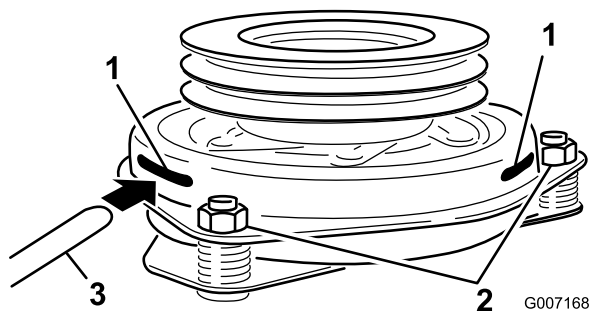

**Figure 55**
6. Débranchez la connexion électrique de l'embrayage (Figure 55).
7. Déposez les deux boulons qui fixent la barrette d'embrayage en caoutchouc au châssis du plateau de coupe (Figure 55).
8. Déposez le boulon central de fixation de l'embrayage à l'arbre du moteur, et déposez l'embrayage et la clavette (Figure 55).
15. Tout en maintenant le vilebrequin à l'arrière de la machine, posez le boulon central et serrez-le à 68 Nm (Figure 55).
16. Fixez la barrette caoutchouc de l'embrayage sur le châssis du plateau de coupe au moyen des deux boulons et écrous retirés précédemment (Figure 55).
18. Branchez la connexion électrique de l'embrayage (Figure 55).